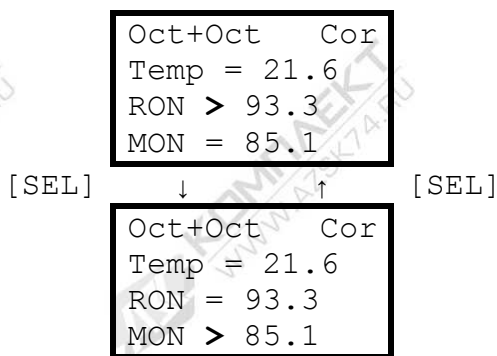

Рис. 4. Выбор параметра для коррекции
3.6.4. С помощью кнопки [S] выбрать знак напротив соответствующего параметра «>», «<», «+», «-» или «Z». Пример показаний индикатора при выполнении этих операций представлен на рис. 4.